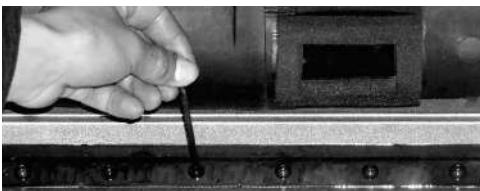

Рис. 3
**Примечание!** Положение ролика (10) относительно удлинителя стола (9) устанавливается заводом-изготовителем и не требует дополнительной регулировки.
2. Ослабьте и открутите 6 винтов из крышки ножевого блока (Рис. 3).